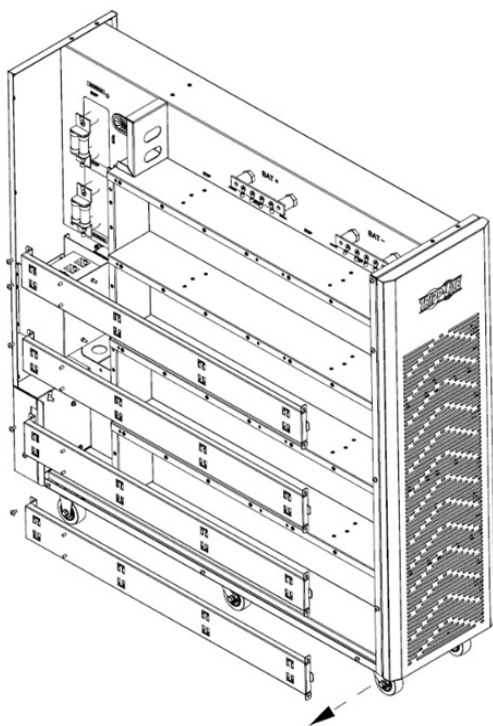

Figura 5-5A
4. Retire las barras del soporte lateral derecha e izquierda (Figura 5-5A y 5-5B).